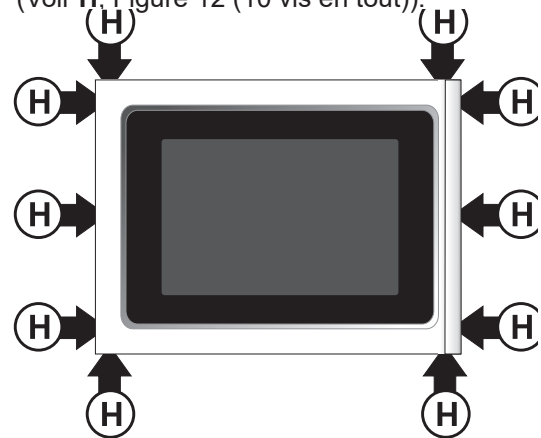

Figure 12
- 3.3.1. De chaque côté de la porte, sous le panneau de verre, enlevez les 3 vis retenant l'assemblé panneau de verre et poignée à la partie interne de la porte. Enlevez aussi les 4 vis situées sur la partie inférieure et supérieure de la porte de façon à pouvoir enlever l'assemblé panneau de verre et poignée de la partie interne de la porte (Voir H, Figure 12 (10 vis en tout)).
- 3.3.14. Fixez l'assemblé panneau de verre et poignée à l'aide des 10 vis enlevées à l'étape 3.3.1 (Voir H, la figure 12).